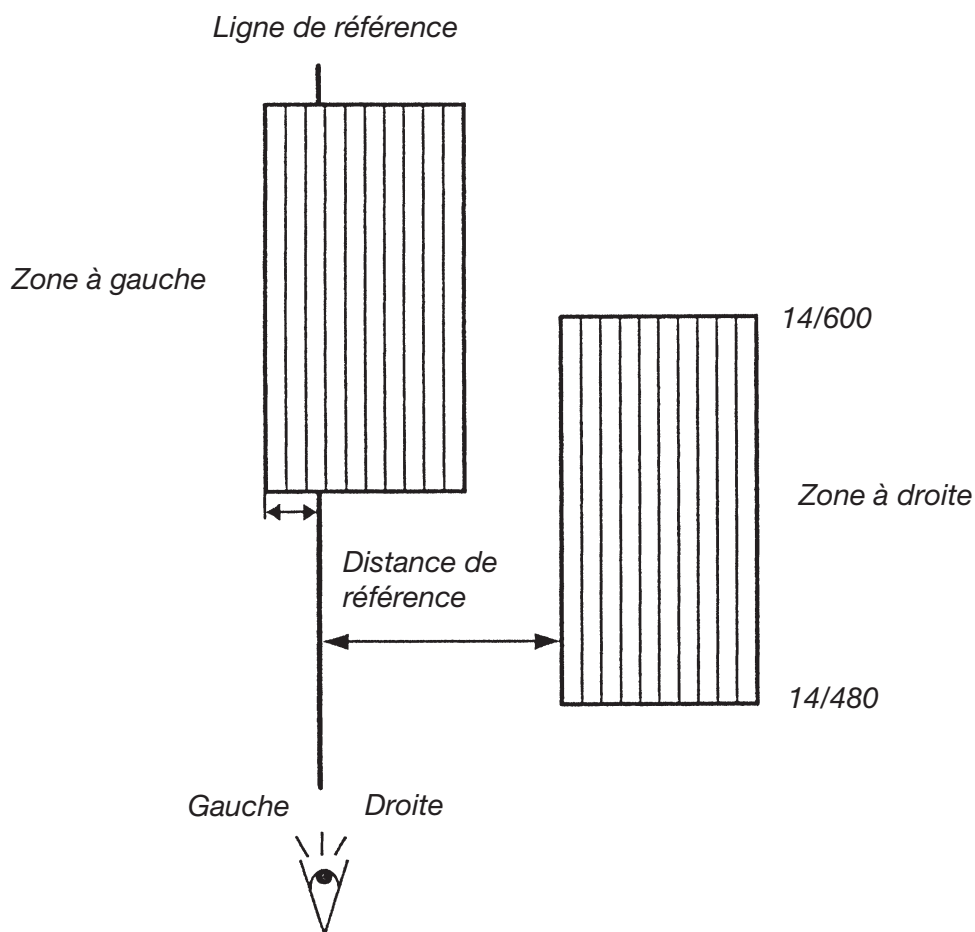

Figure 51. Distance de référence, une zone à gauche et une zone à droite de la ligne de référence
- **DIST. REF.** = distance de référence. Il s'agit de la distance entre la ligne de référence et le bord gauche de l'écran CDS, c'est-à-dire le bord gauche de la bande 1, voir figure 51. Ceci est aussi le cas lorsque la première bande n'est pas enregistrée. Cette distance est mesurée jusqu'à la droite ou la gauche de la ligne de référence, en mètres, et avec une décimale (dans la figure 48, ceci est exprimé comme suit : droite 12,3 m). La distance de référence peut être entre 0 et 6000 m. Si
Par gauche et droite on entend le côté de la ligne de référence faisant face à la direction de la distance croissante sur laquelle se trouve le bord gauche de la bande 1, voir figure 51. Notez qu'on présume que toutes les bandes sont parallèles à la ligne de référence.